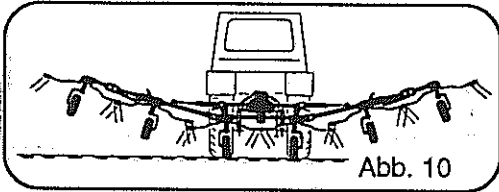

Abb. 10
4. Maschine mittels hydr. Druck in Arbeitsstellung schwenken (Abb. 10).